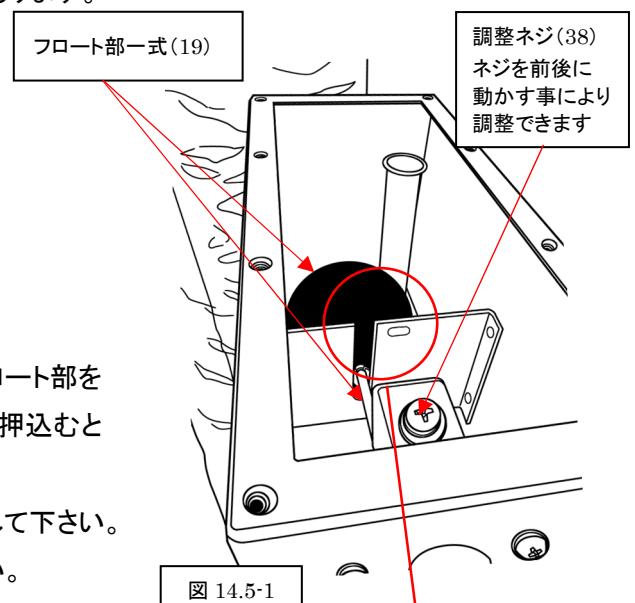

図 14.5-1
- ③ フロート部(19)を固定している調整ネジを緩め取外し、フロート部一式を取外します(図 14.5-1)。